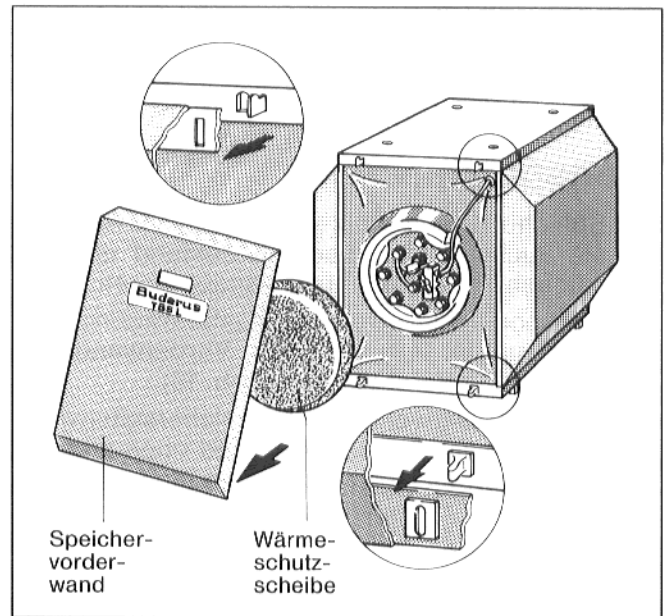

Abb. 12
- Speichervorderwand nach vorne abnehmen und Weischaum-Wärmeschutzscheibe entfernen (Abb. 12).
- Speichervorderwand nach vorne abnehmen und Weichschaum-Wärmeschutzscheibe entfernen. (Abb. 12).